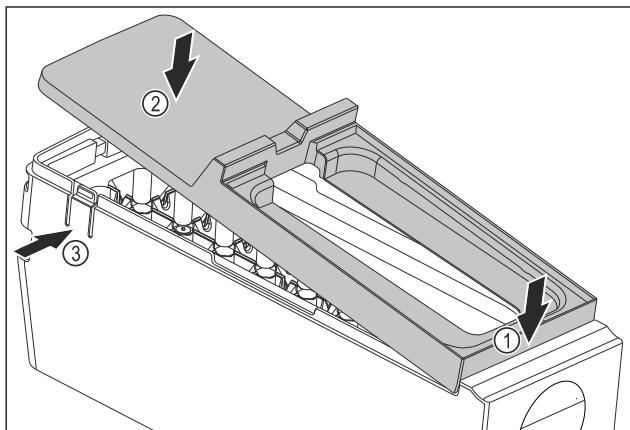

Fig. 191
- Monter le couvercle du corps de l'EasyTwist-Ice : Placer le couvercle à l'avant. Fig. 191 (1)
- Abaisser le couvercle à l'arrière. Fig. 191 (2)
- L'enclenchement du couvercle dans les deux languettes Fig. 191 (3) se fait entendre.